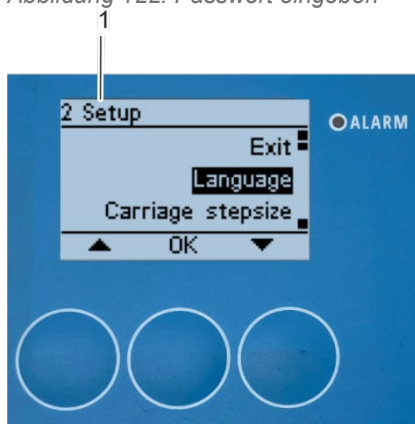

Abbildung 123: Untermenü „2 Einstellungen“
1. Wählen Sie das Untermenü "Sprache" (Abbildung 123/2) mit den Pfeiltasten [nach oben] (Abbildung 123/3) und [nach unten] (Abbildung 123/5).
2. Bestätigen Sie die Auswahl mit [OK] (Abbildung 123/4).